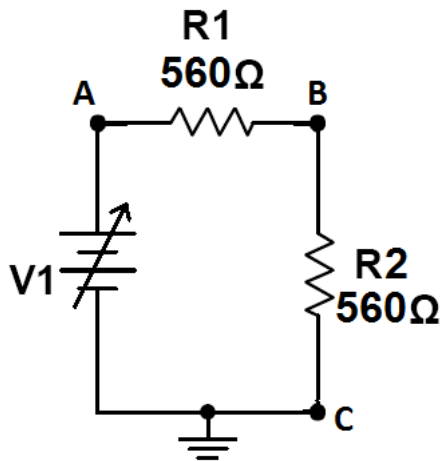

Figura 3.10
- **Objetivo:** Montar o circuito apresentado na Figura 3.10 e medir as tensões nos pontos A, B e C, em relação ao comum (GND), de acordo com os valores de tensão da fonte apresentados na Tabela 3-2.
- 7º. Faça a conexão entre os resistores e as trilhas mencionadas no 6º passo de acordo com a Figura 3.10.
- 10º. Meça as tensões indicadas na Figura 3.10 e preencha a Tabela 3-2.